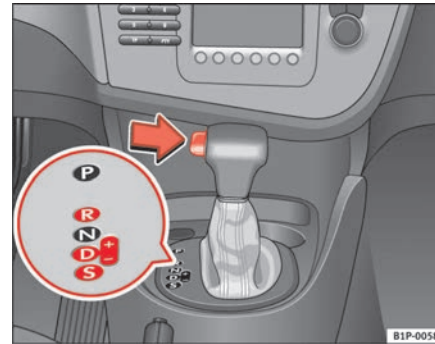

Abb. 122 Fahren
- Drücken Sie den Taster am Wählhebel (links am Wählhebel) ⇒ Abb. 122.